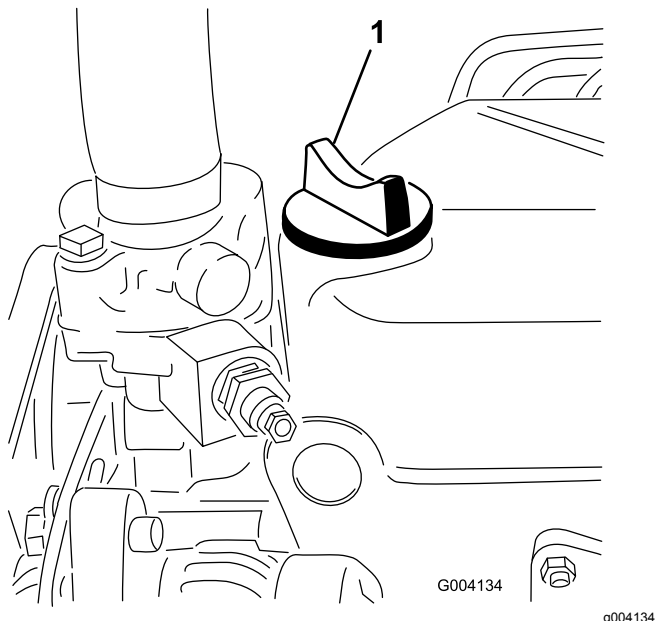

Figura 30
5. Se o nível de óleo se encontrar abaixo da marca FULL (Cheio) da vareta, retire a tampa de enchimento (Figura 30) e adicione óleo até que o nível atinja a marca FULL.